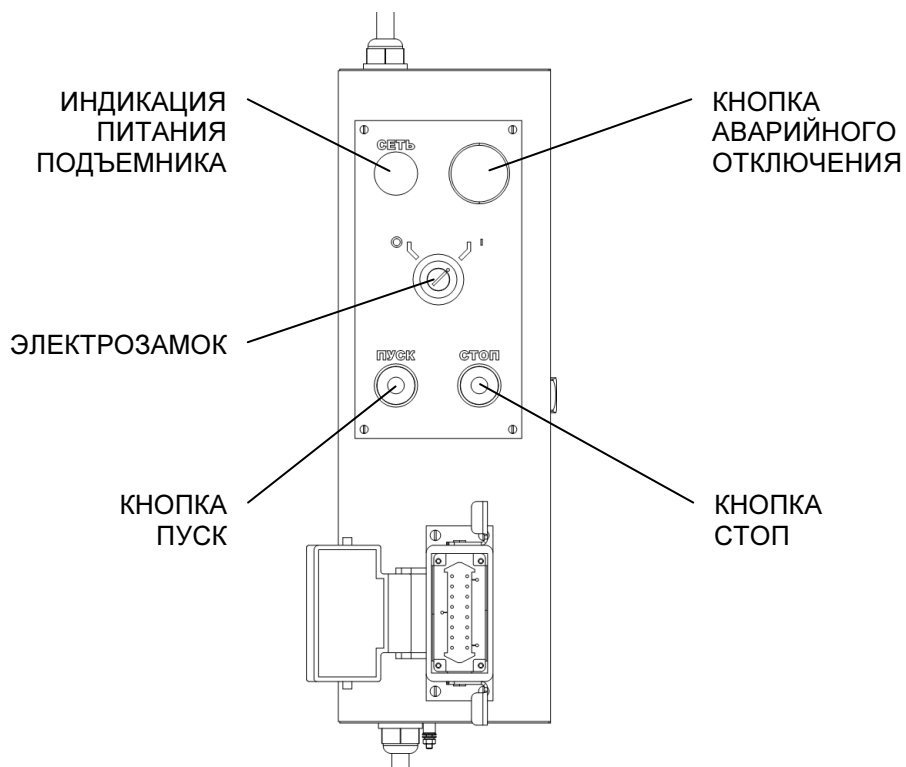

Рисунок 9. Лицевая панель пульта распределения питания
4.2 Все стойки снабжены однотипными пультами управления 12, в каждом имеется контроллер синхронизации подъема/опускания и графический дисплей. На стойке главной №1 дополнительно установлен пульт распределения питания 14 с УЗО и электрозамком (рисунок 9). Конструкция каждой стойки включает следующие основные узлы и детали (рисунки 5, 6, 7):